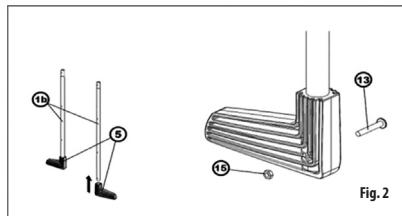

Fig. 2
I piedini a L in plastica (5) devono essere applicati su entrambe le parti inferiori dei montanti tubolari posteriori (11b), a seconda dei rispettivi fori. Fissare i piedini utilizzando le viti (13) e i dadi (15) (Fig. 2).